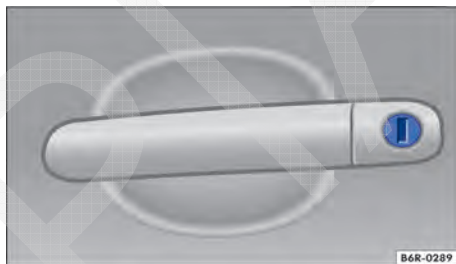

Fig. 151 Maçaneta da porta do condutor com cilindro da fechadura.
- Introduzir a haste da chave no cilindro da fechadura e destravar ou travar o veículo → Fig. 151.